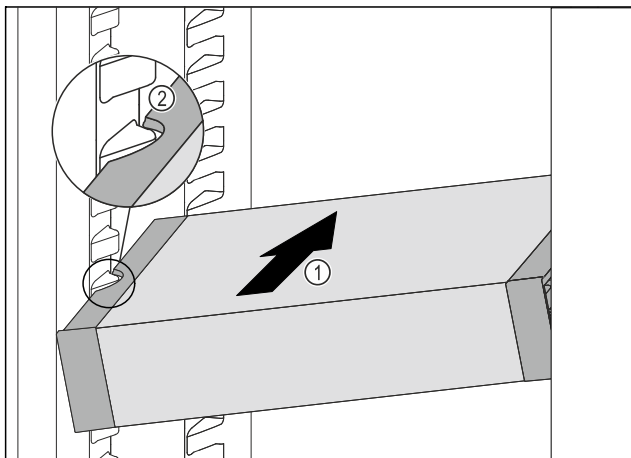

Fig. 128
- Iebīdiet VarioSafe slīpi ledusskapja nodalījumā Fig. 128 (1), līdz VarioSafe sānu padziļinājumi Fig. 128 (2) atrodas tvertnes ribas augstumā ledusskapja nodalījumā.